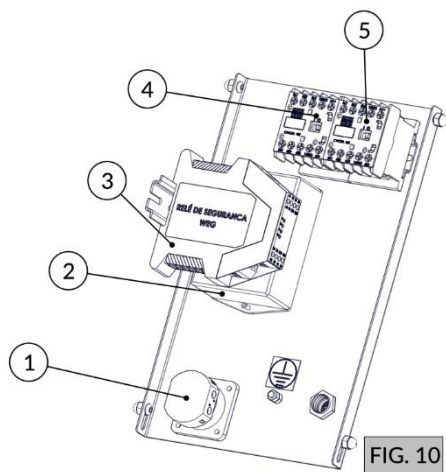

FIG. 10
- f) Inspeccione todo o conjunto de comando (contatores (FIG. 10), relé de segurança (FIG. 10), fonte chaveada HTR (FIG. 10), chaves de acionamento e chicote elétrico) e verifique se há contaminação desses componentes por agentes externos agressivos ao sistema, como sabão, água, insetos, etc. Verifique também a integridade dos cabos elétricos e seus terminais. Caso haja contaminação, deve-se proceder com a troca do componente danificado;